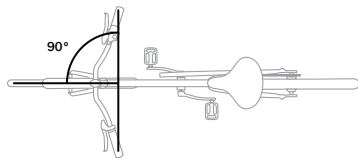

Рисунок 1.3. Правильная регулировка положения руля и седла
- Убедитесь, что руль расположен перпендикулярно колесу (рис. 1.3).
- Убедитесь, что седло совмещено с осевой линией велосипеда (рис. 1.3).